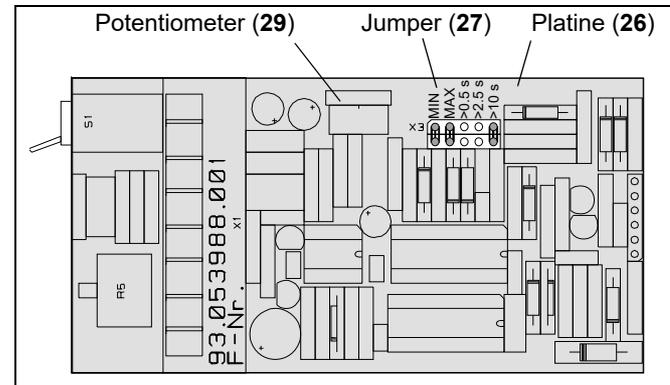

Abb. 6-2: Position der Steckbrücken (Jumper (27))
Der EDO Drehzahlwächter wird werkseitig als Unterdrehzahlwächter geliefert. Sie können die gewünschte Betriebsart durch Umstecken des Jumpers (27) auf der Platine (26) einstellen (s. Abb. 6-2).
1. Öffnen Sie das Kunststoffgehäuse (8) und ziehen Sie die Platine (26) vorsichtig heraus (s. Abschnitt 6.1.1).
2. Stecken Sie den Jumper (27) von MIN nach MAX.
3. Schieben Sie die Platine (26) in das Gerät und bauen Sie den Drehzahlwächter wieder zusammen.
Die **Schalthysterese (Schalthysterese)** des Drehzahlwächters beträgt **10 %** des eingestellten Schalthystereseabstandes. Sie können mit Hilfe eines Potentiometers (29) auf der Platine (26) die Schalthysterese zwischen 3 % und 30 % verändern (s. Abb. 6-2).
Um ungewollte Störungen zu vermeiden, kann das Ausgangsrelais mit Hilfe der Jumper (27) auf der Platine (26) ausschaltverzögert werden (s. Abb. 6-2).